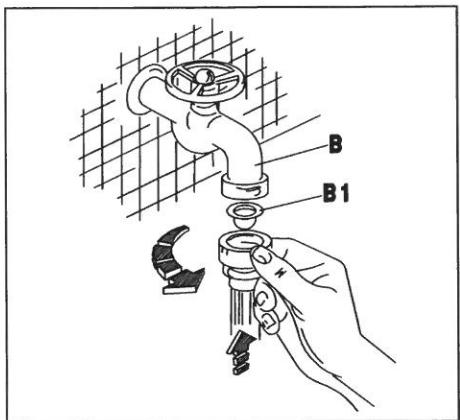
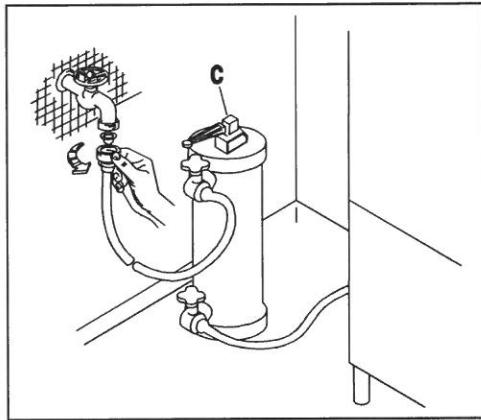
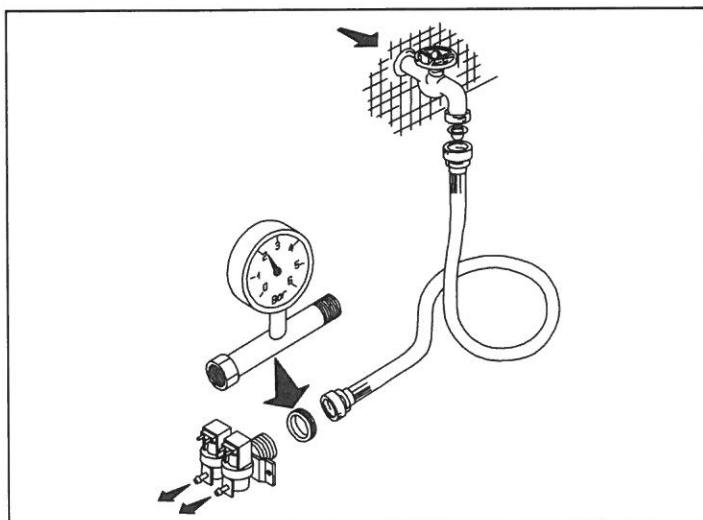
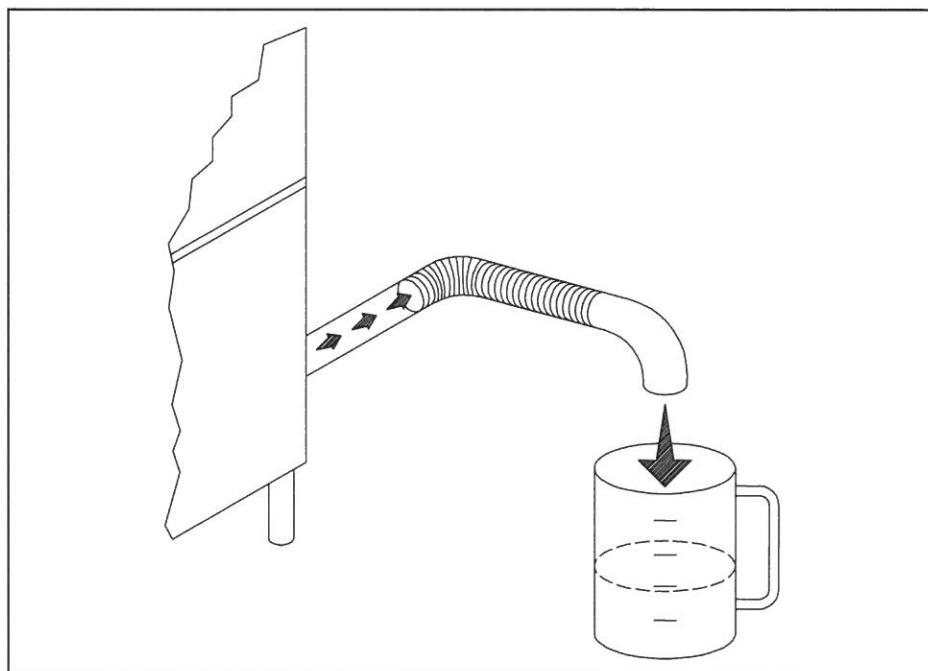

Рис. 2-2
Рис. 2-3
Рис. 2-4
Рис. 2-5
- Конструкция машины предполагает подключение к подаче холодной или горячей воды (макс. 50 - 55°C) под давлением с открытым клапаном, как показано в Таблице 2-1. Если давление превышает максимально допустимое значение, необходимо установить редуктор давления. Если давление меньше минимально допустимого значения, установите подпиточный насос увеличения давления с макс. мощностью 0,5 л.с., выходом 20 л/мин и напором 15-20 метров. Давление необходимо измерять на входе электроклапана (смотрите Рис. 2-4). Трубы для воды должны иметь внутренний диаметр по меньшей мере 16/18 мм (смотрите Рис. 2-5). Подключите трубу подачи воды машины к запорному крану (B), желательно поближе к машине, и установите специальный фильтр (B1), входящий в комплект поставки (смотрите Рис. 2-2). Мы рекомендуем устанавливать перед электромагнитным клапаном машины (смотрите Рис. 2-3) умягчитель воды (C) (не входит в комплект поставки).
- The appliance is designed for connection to the cold or hot water supply (max. 50 55°C) at a mains pressure with the valve open as shown in Table 2-1 and a minimum output of 10 litres/min. If pressure exceeds the maximum, fit a pressure reducer. If pressure is lower than the minimum, fit a pressure booster pump of max. 0.5 HP, with an output of 20 litres/min. and a head of 15-20 metres. Pressure must be measured at the solenoid valve inlet (see fig. 2-4). The water pipes must have an internal diameter of at least 16/18 mm (see fig. 2-5). Connect the appliance water supply pipe to a cut-out tap (B), preferably placed close to the appliance, fitting the special filter provided (B1) (see fig. 2-2). We recommend fitting a water softener (C) (not provided) upstream from the machine solenoid valve (see fig. 2-3).
- Das Gerät ist für den Anschluss an Warm-und Kaltwasser (max. 50-55°C) vorgesehen, wobei der Druck bei offenem Ventil dem in Tab. 2/1' G Bei höherem Druck als dem empfohlenen einen Druckminderer installieren. Bei niedrigeren Druck als empfohlen eine Druckerhöhungspumpe mit max. 0,5 PS , einer Förderleistung von 20l/min und einer Förderhöhe von 15-20m installieren. Die Druckkontrolle muss am Eingang des Elektroventils erfolgen (siehe Bild 2-4). Die Wasserleitung muss einen Innendurchmesser von mindestens 16/18 mm aufweisen (siehe Bild 2-5). Den Zulaufschlauch des Gerätes an einen möglichst nahegelegenen Wasserhahn (B) anschliessen und den vorgesehenen Filter (B1) anbringen (siehe Bild 2-2). Der Einbau eines Etkalkers (C) wird empfohlen; dieser gehört nicht zur Ausstattung und muss vor dem Elektroventil der Maschine eingebaut werden. (siehe Bild 2-3).
- L'appareil peut être raccordé à l'eau froide ou chaude (50:55°C max) à une pression, soupape ouverte, comme indiqué dans le tableau 2-1. Si la pression dépasse la pression maximum conseillée, il faut installer un réducteur de pression. Si la pression est inférieure à la pression minimum conseillée, il faut installer une pompe pour faire augmenter la pression de 0,5 Hp max., à un débit de 20 litres /min et à une hauteur d'élévation de 15-20 m. Le contrôle de la pression sera effectué à l'entrée de l'électrovanne (voir fig. 2-4). Les conduites d'eau auront un diamètre interne d'eau moins 16/18 mm (voir fig. 2-5). Raccorder la conduite d'arrivée de l'eau de l'appareil à un robinet secondaire (B), installé si possible tout près de l'appareil, après avoir intercalé le filtre spécial fourni (B1) (voir fig. 2-2). Nous conseillons d'installer un adoucisseur (C) (non fourni) qui sera monté en amont de l'électrovanne de la machine (voir fig. 2-3).
- Este aparato se puede alimentar con agua caliente o fría (máx. 50 ÷ 55°C); la presión del agua con válvula abierta está indicada en la tabla 2-1. En caso de que la presión fuera superior a la máxima que se aconseja, instale un reductor de presión; si fuera demasiado baja, instale una bomba de aumento de presión de 0,5 Hp (máximo), con un caudal de 20 litros por minuto y una altura de elevación de 15 a 20 m. El control de la presión se debe efectuar en la entrada de la electroválvula (véase fig. 2-4). La tubería del agua debe tener un diámetro interior de 16-18 m. por lo menos (véase fig. 2-5). Conecte el tubo de alimentación del agua del aparato a un grifo de paso (B), que irá montado preferentemente muy cerca del aparato, tras interponer el filtro (B1) del equipamiento base (véase fig. 2-2). Es aconsejable instalar un descalcificador (C) (que no forma parte del equipamiento base). El descalcificador irá montado antes de la electroválvula de la máquina (véase fig. 2-3).